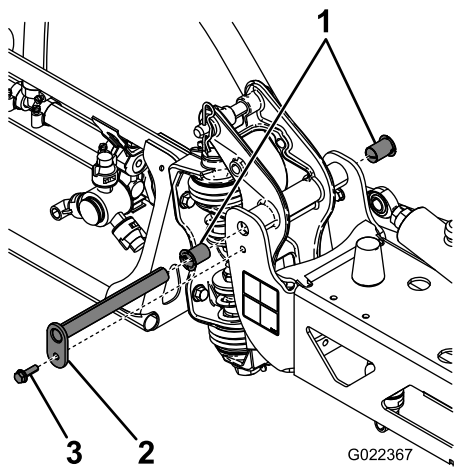

Рисунок 62
3. Поддерживая стрелу, отверните болт и гайку крепления оси поворота к узлу стрелы (Рисунок 62).
4. Отверните болт и гайку, которые крепят ось поворота, и снимите ось поворота (Рисунок 62).
6. Снимите и осмотрите нейлоновые втулки с передней и задней сторон кронштейна шарнира (Рисунок 62).
7. Нанесите небольшое количество масла на нейлоновые втулки и установите их в кронштейн поворота (Рисунок 62).
8. Установите стрелу и кронштейн поворота в сборе в центральную раму, совместив отверстия (Рисунок 62).